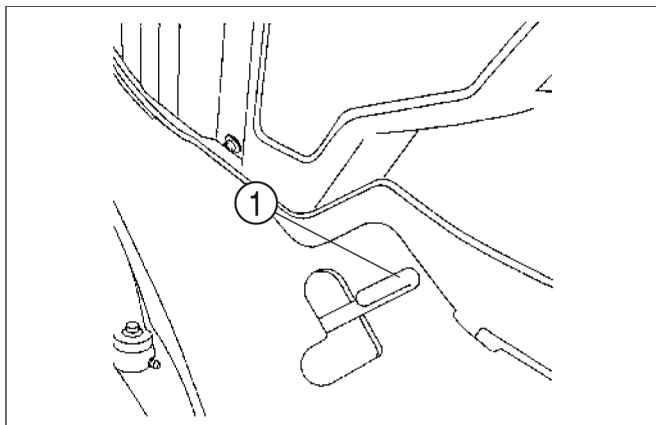

FIG. 21
**Abb. 21:** Wenn das Differentialsperr-Pedal (1) gedrückt wird, verriegeln beide Hinterachsen, um einen gleichmäßigen Zug für beide Hinterräder zu erzeugen. Dies ist besonders wichtig, wenn Sie auf losem oder rutschigem Boden arbeiten.